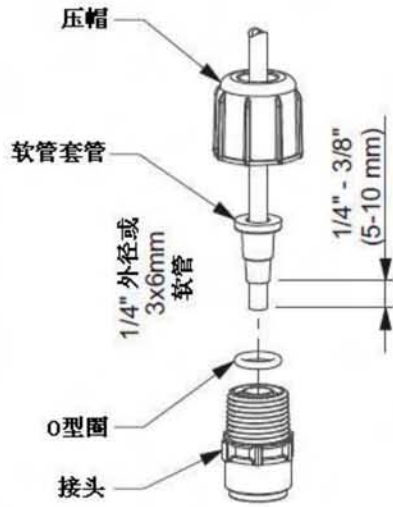

图1
- 1/4”外径软管：装上软管套环，使软管伸出 1/4”至 3/8”（5-10mm）的距离。软管套环的上方套上压帽（见图 1）。